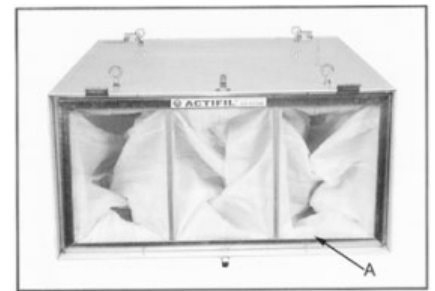

Рис.6
**Внутренний фильтр** (A, рис.6) может быть также вытаскиваем из корпуса.